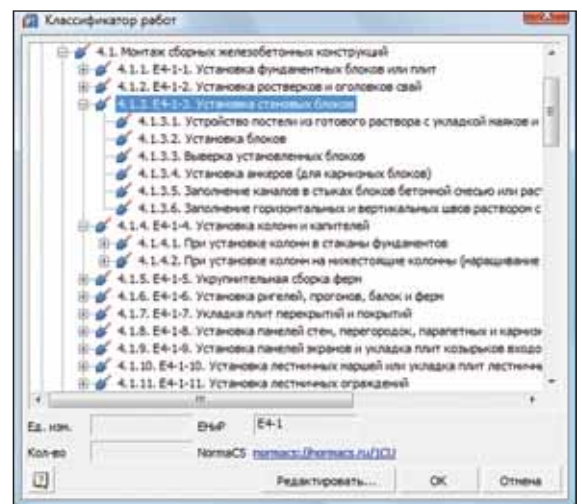
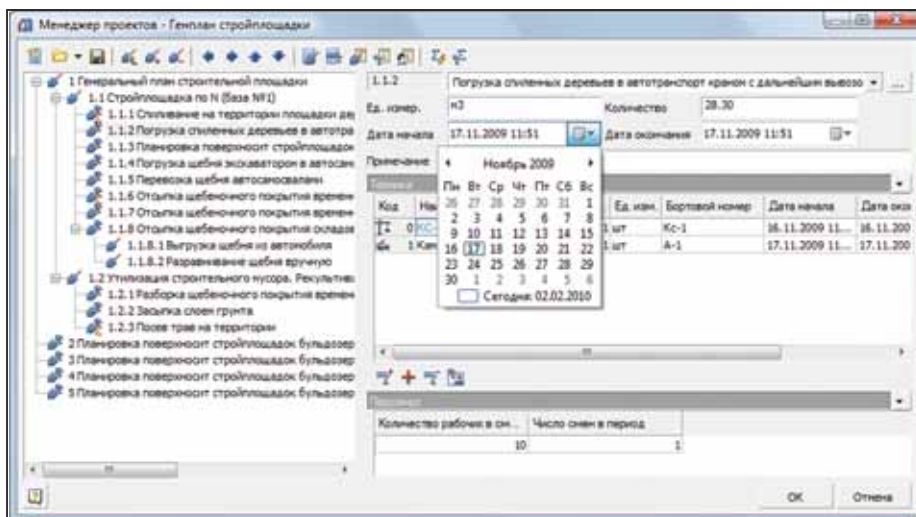

Рис. 2. Классификатор видов работ в соответствии с Едиными нормами и расценками (ЕНиР)
Рис. 3. Менеджер проектов программы "Стройплощадка"
частями. Реализованы средства передачи данных в систему TDMS – с возможностью хранения этих данных как в базе проекта, так и в базе SQL TDMS. Кроме того, в базе элементов приложения присутствуют ссылки на НТД NormaCS (рис. 2).
- Основной функционал "Стройплощадки" является *Менеджер проектов* (рис. 3). С его помощью организуется иерархия производимых работ, задаются их объемы, сроки выполнения, единицы измерения. Менеджер объединяет большинство инструментов приложения. Состав работ может назначаться на основании классификатора ЕНиР (см. рис. 2).